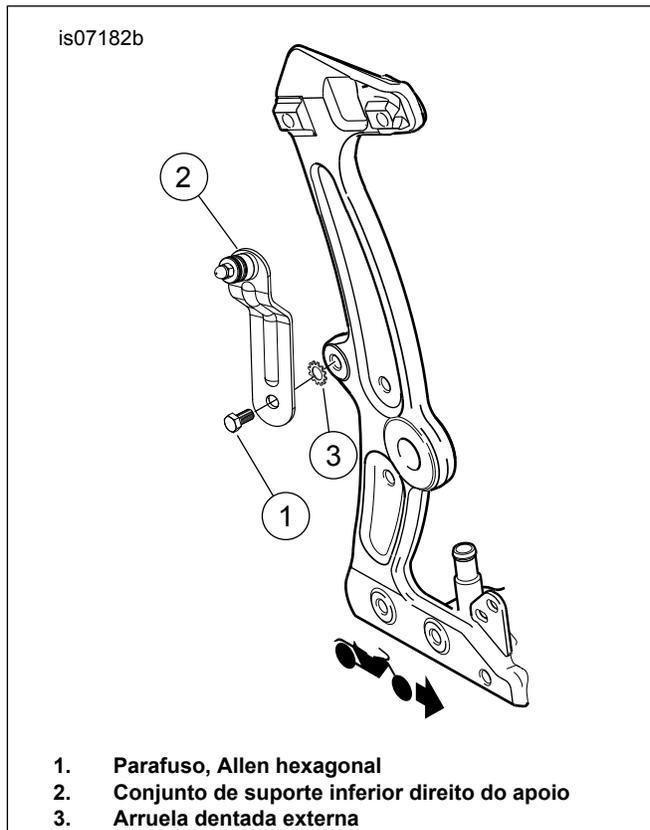

Figura 6. Conjunto de suporte inferior direito do apoio
4. Modelos FLS: Veja Figura 6. Instale o suporte inferior direito na estrutura usando o parafuso sextavado e a arruela de pressão. Aperte os parafusos com torque de 16,3–24,4 N·m (12–18 ft-lbs).